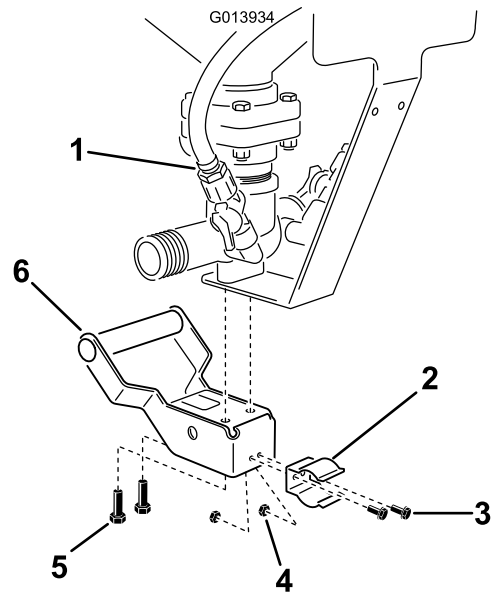

Figura 16
2. Localize e desaperte os dois parafusos. Instale o conjunto da pega no misturador e prenda-o com dois parafusos (Figura 16).